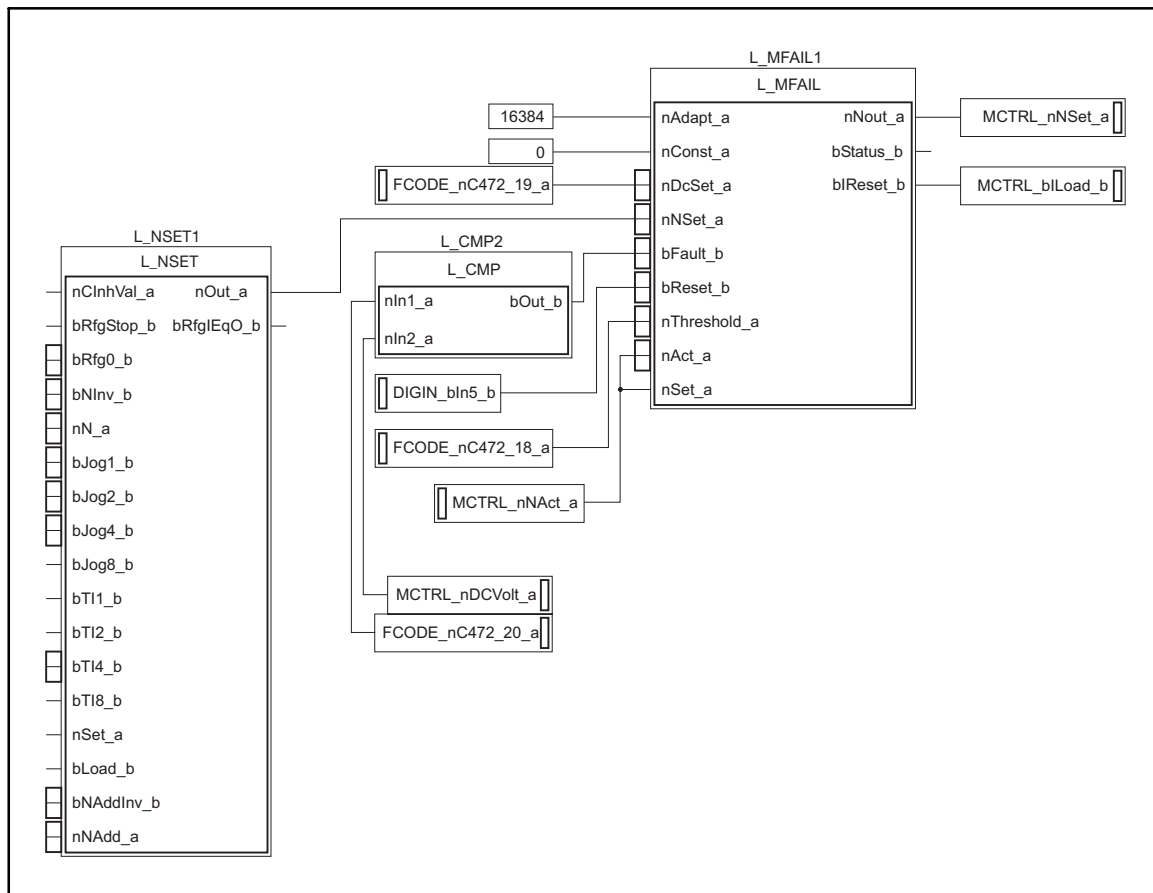

Abb. 2-10 Verknüpfung für die Konfiguration CFG1000.lpc
Programmieren des Beispiels (SpeedModelInternal24VSupply_CFG1010FUP.lpc) in Abb. 2-10:
1. Setzen Sie die Signalverknüpfungen gemäß Abb. 2-10 (Erläuterungen dazu siehe folgende Tabelle).